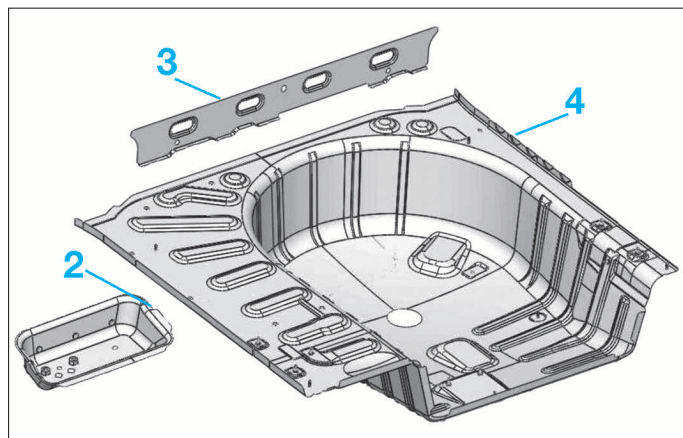

FIG. 99
- Identification des pièces de rechange (Fig.99).